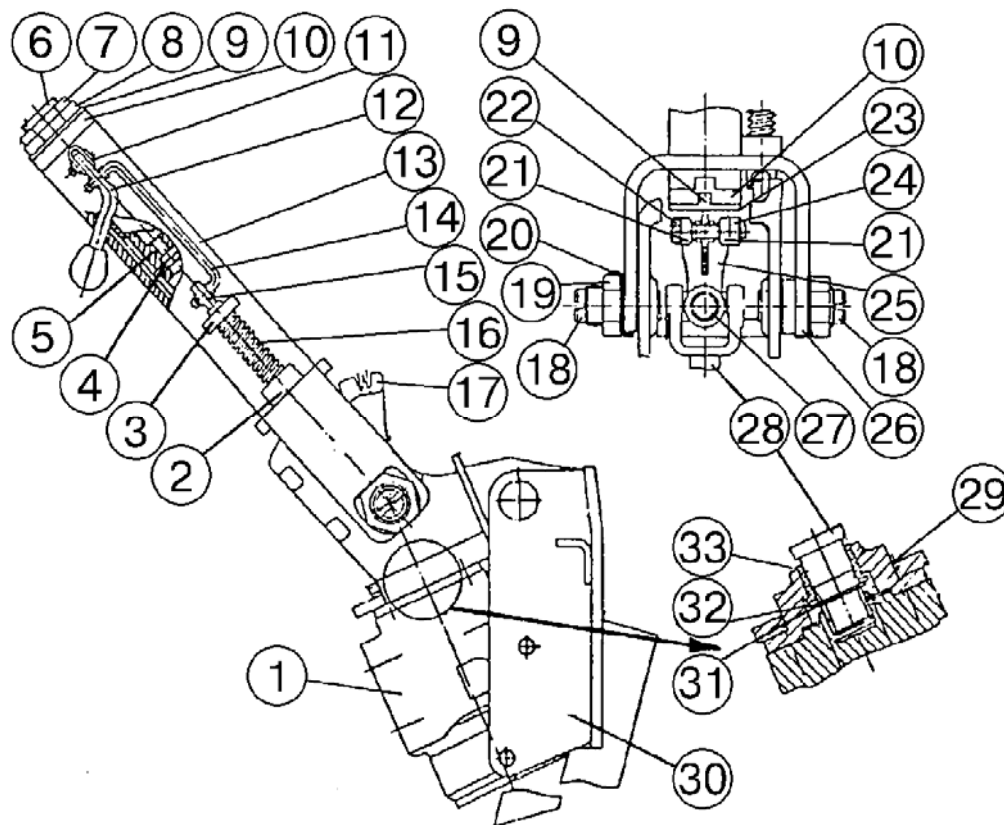

Рис.6.23
1) установите втулку (33), (рисунок 6.23), во фланец кронштейна (30), смажьте внутреннюю поверхность втулки (33) смазкой «Литол-24»;
2) вставьте во втулку (33), (рисунок 6.23), кардан (27) с вилок (28), установите шайбу (32) и застопорите кольцом (31). Заполните внутреннюю полость фланца смазкой «Литол-24»;
3) вставьте пружину (16), (рисунок 6.23), между кронштейном (3) и втулкой (2) трубы (13);
4) вставьте фиксатор (15), (рисунок 6.23), в отверстия кронштейна (3) и втулки (2) трубы, пропустив его через пружину (16);
5) заверните винты (18), (рисунок 6.23), вместе с гайками (19) на 2–3 оборота (подложив под них отгибные шайбы (20)) в отверстия вилки (26) трубы (13);
6) совместите оси отверстий вилки (26), (рисунок 6.23), и кронштейна (30), и завинтите винты (18) до упора;
7) зажмите гайки (19), (рисунок 6.23), и законтрите шайбами (20);
8) установите амортизаторы (10), (рисунок 6.23), до упора в торцы трубы (13);
9) установите нижнюю втулку (9), (рисунок 6.23), в амортизатор (10) до упора, смажьте внутреннюю поверхность втулки смазкой «Литол-24»;
10) нанесите смазку «Литол-24» на смежные торцы втулки (9), (рисунок 6.23), и шайбы (23), прижмите их до соединения и осторожно вставьте вал (6) в трубу (13) так, чтобы резьбовая часть была сверху;
11) установите сегментную шпонку 5x10 мм в шпоночный паз вала (6), (рисунок 6.23);
12) вставьте вал (6), (рисунок 6.23), в вилку (25) кардана (27), направляя шпонку по шпоночному пазу вилки, до совпадения прорези вала с отверстием вилки (25);
13) установите болт (22), (рисунок 6.23), с отгибной шайбой (21), установите вторую шайбу (21), затяните гайку (24) и законтрите отгибными шайбами болт и гайку;
- 14) смажьте внутреннюю и наружную поверхности втулки (9), (рисунок 6.23), смазкой «Литол-24» и вставьте ее в верхний амортизатор (10) трубы (13);
- 15) заверните гайку (8), (рисунок 6.23), с контргайкой (7);
- 16) прижмите кардан (27), (рисунок 6.23), к трубе (13) для выбора люфтов между втулками, амортизаторами и торцами трубы (13);
- 17) заверните гайку (8), (рисунок 6.23), до соприкосновения с втулкой (9), отверните ее на 0,5–1,0 оборот и законтрите контргайкой (7);
- 18) установите насос-дозатор (1), (рисунок 6.23), и закрепите его четырьмя болтами (29) (М10х35) с пружинными шайбами;
- 19) установите рычаг (12), (рисунок 6.23), с тягой (14) механизма изменения угла наклона рулевой колонки;
- 20) установите палец (11), (рисунок 6.23) и зашплинтуйте палец и тягу (14).
После сборки и установки рулевой колонки на трактор проверьте на стоянке при работающем дизеле или при движении на низшей передаче отсутствие "моторения" рулевого управления. Рулевое колесо должно надежно возвращаться в нейтраль. В противном случае, отрегулируйте соосность трубы (13), (рисунок 6.23), и золотника насоса-дозатора, попеременно ввинчивая винт (18) с одной стороны и вывинчивая другой винт с противоположной стороны до полного устранения несоосности, распора или подклинивания.
После регулировки винты (18), (рисунок 6.23), законтрите гайками (19). Люфт в соединении трубы с кронштейном не допускается.